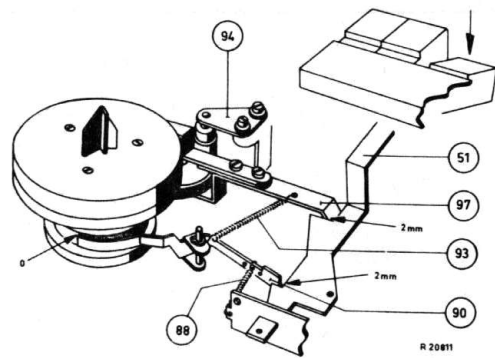
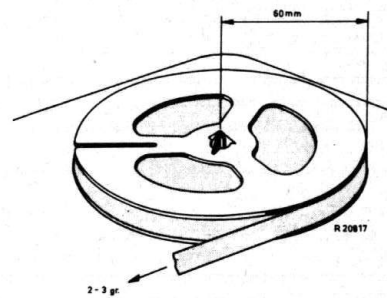

Fig. 42
Fig. 43
- Als de toets voor terugspoelen wordt ingedrukt, moet spoelstrip 51, tussenwielbeugel 97 en afrembeugel 89 ca. 2 mm vrijgeven, zie fig. 42. Trekveer 93 moet tussenwiel 148 tegen de 19-cm/sec-trap van de motorpoelie aantrekken.
- De remwerking van afrembeugel 89 moet gemeten met een spoel met band van 120 mm (volle 5" haspel) 2-3 gram bedragen, zie fig. 43. Deze kracht is in te stellen door het verhaken van trekveer 88 op rembeugel 89, zie fig. 42.